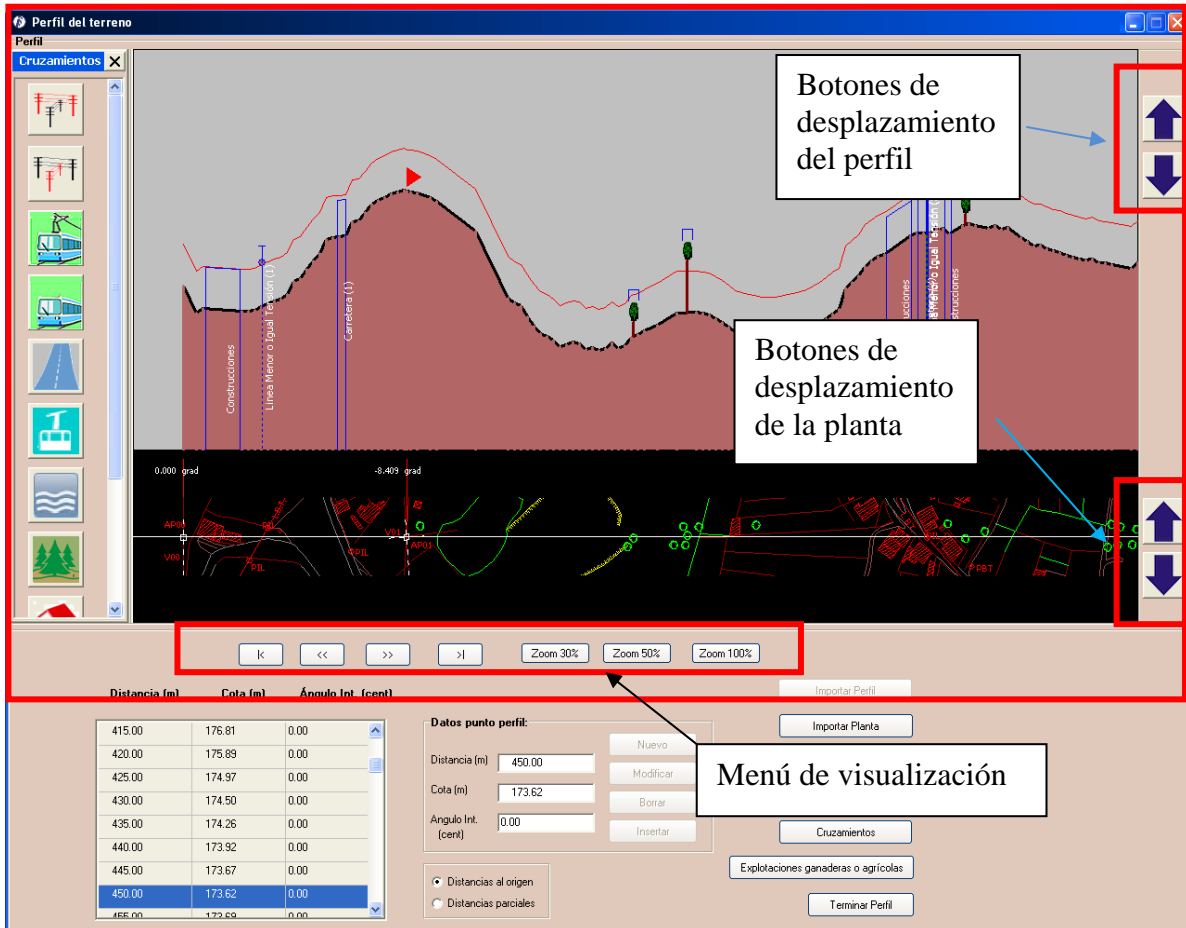

Figura 5.56. Visualización de Perfil del terreno
- **Manejo de la pantalla de visualización del perfil (Figura 5.56).** Para desplazarse por esta pantalla podemos utilizar los botones del menú de visualización, nos podemos mover a derecha o izquierda y también cambiar el zoom. Para mover el perfil o la planta hacia arriba o hacia abajo tenemos los botones de desplazamiento.